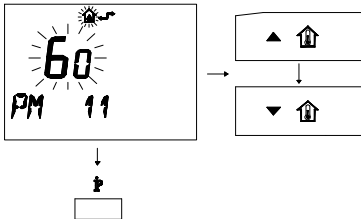

fig. 5.49
- 4 Per modificare il SET programmato agire sui pulsanti ▲ (up arrow) o ▼ (down arrow) e aspettare che il numero programmato cominci a lampeggiare (fig. 5.49) Ogni passo incrementato o decrementato corrisponde a 1 secondi.